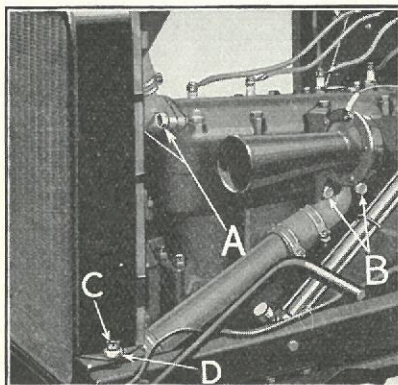

Fig. 19
- (b) Udtag de to Skruer i Cylinderhovedets Afløbsflange (se Fig. 19-A) og de to Skruer »B« i Indløbsflangen for Kølevandet.